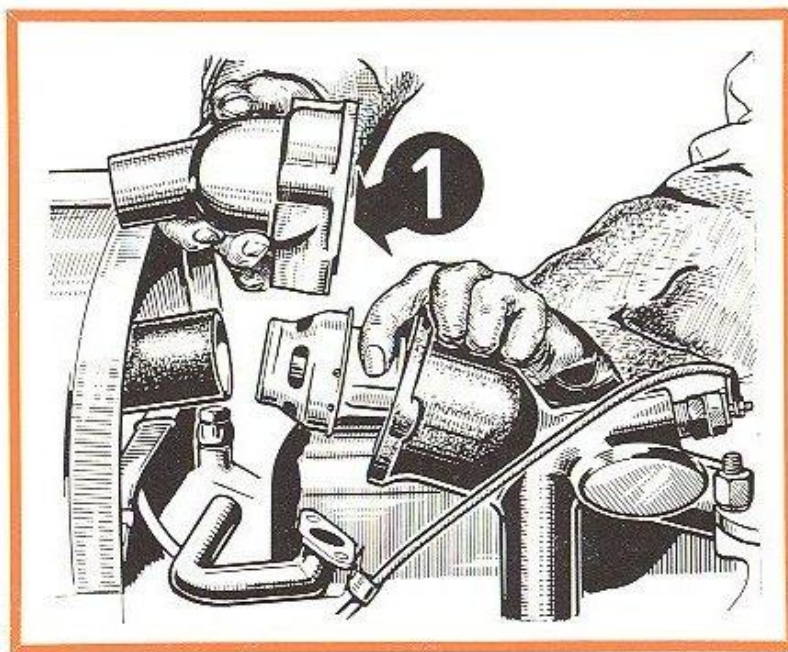

FIG. 20. -
- que le joint torique prenant place dans la calotte 1 (fig. 20) est en parfait état, sinon, le changer.